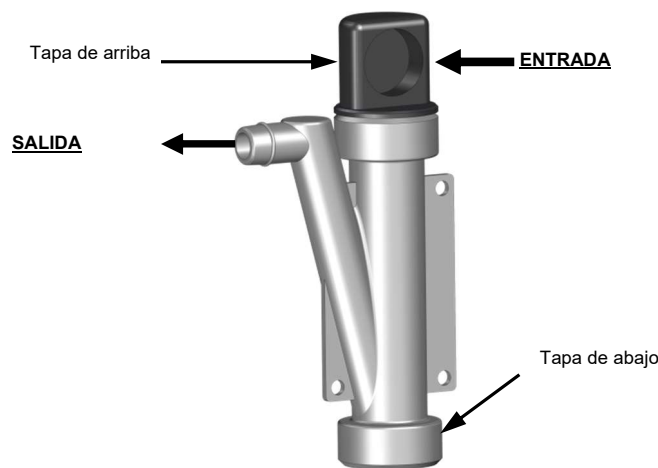

Figura 6-10b. Trampa nueva de condensado (N/P 99259)
1. Desconecte la trampa del condensado aflojando y retirando las conexiones de los extremos de entrada y salida de la trampa (ver Figura 6-10b).